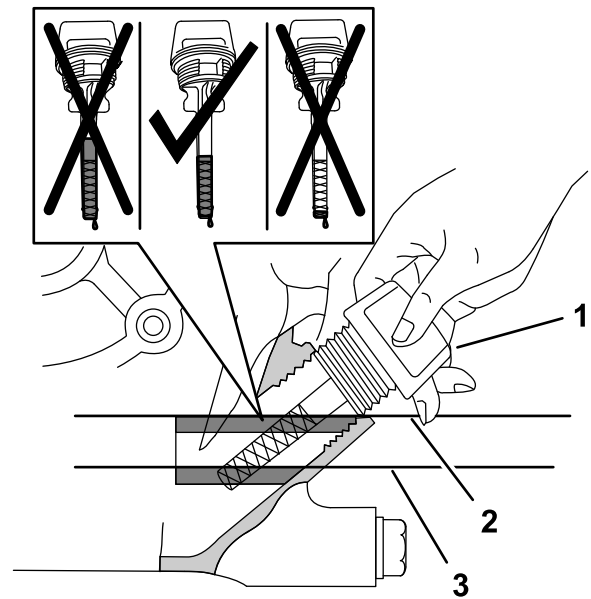

Figure 72
5. Insérez la jauge dans le moteur, comme montré à la Figure 72.
6. Sortez la jauge du goulot de remplissage et vérifiez le niveau indiqué (Figure 72).
Remarque: Le niveau d'huile moteur doit recouvrir la zone hachurée sur la jauge (Figure 72).